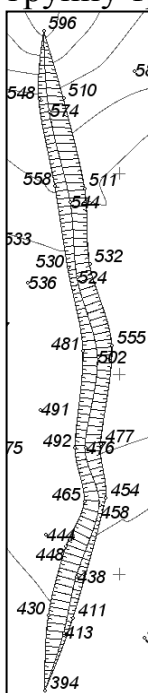

Рис.85
6.Создайте ситуационный откос, в центре объекта (рис. 85):